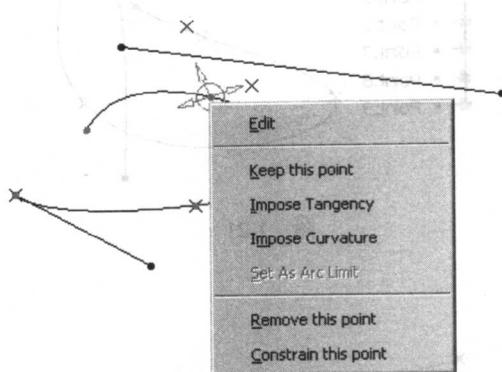

图 1-24
(11) 在样条线的控制点上单击鼠标右键，弹出如图 1-24 所示的菜单。